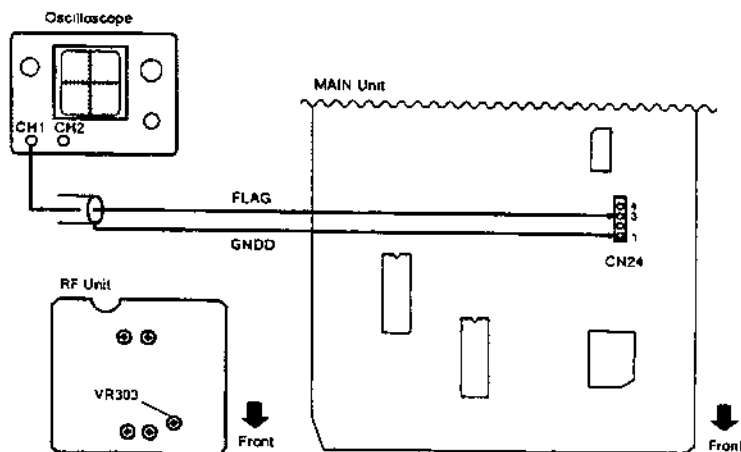

Fig. 3-14
2. Play the function tape (TY-7551) and adjust VR303 on the RF unit (Fig. 3-14) so that the error rate is as small as possible.
1. Connect the oscilloscope between CN24-3 (FLAG) on the MAIN unit and CN24-1 (GND D). (Refer to Fig. 3-14)
2. ファンクションテープ (TY-7551) を再生し、エラーレートが最小となるようにRFユニットのVR303 (図3-14) を調整する。
1. オシロスコープをMAINユニットのCN24-3(FLAG) とCN24-1(GND D) 間に接続する。(図3-14参照)